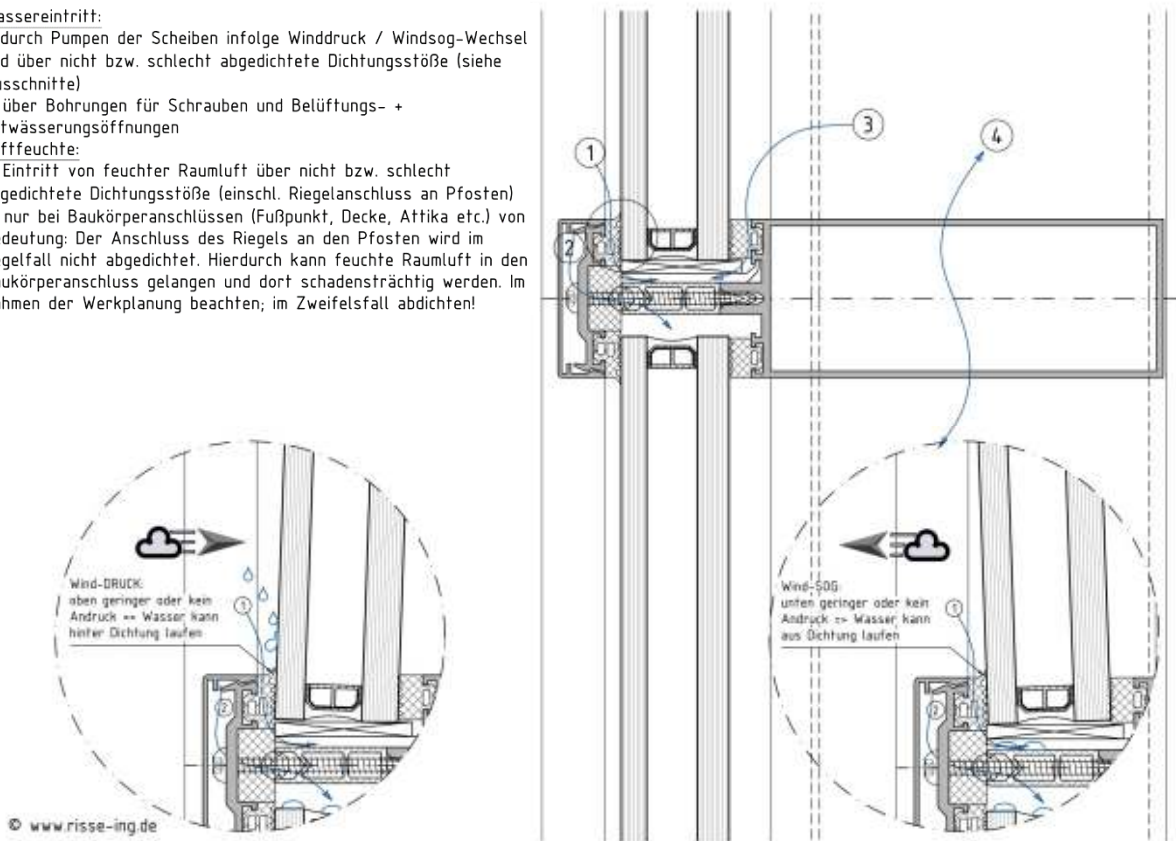

Abb. 3
2. Zudem kann Regenwasser von außen in den Glasfalz eindringen (über Stöße, Schraubenlöcher, Pumpbewegung der Scheiben etc.), siehe Abb. 3.